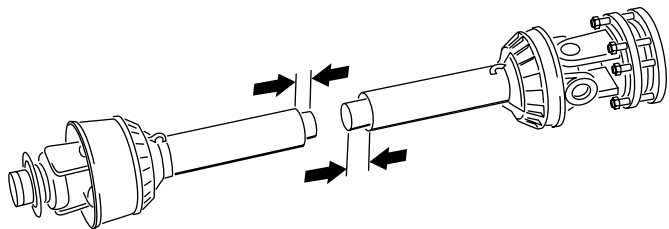

Figura 17
- Separate le due metà dell'albero della PDF (**Figura 17**).
- Misurate la distanza tra l'estremità di ciascun tubo e il relativo schermo di protezione (**Figura 17**). Annotate queste distanze.